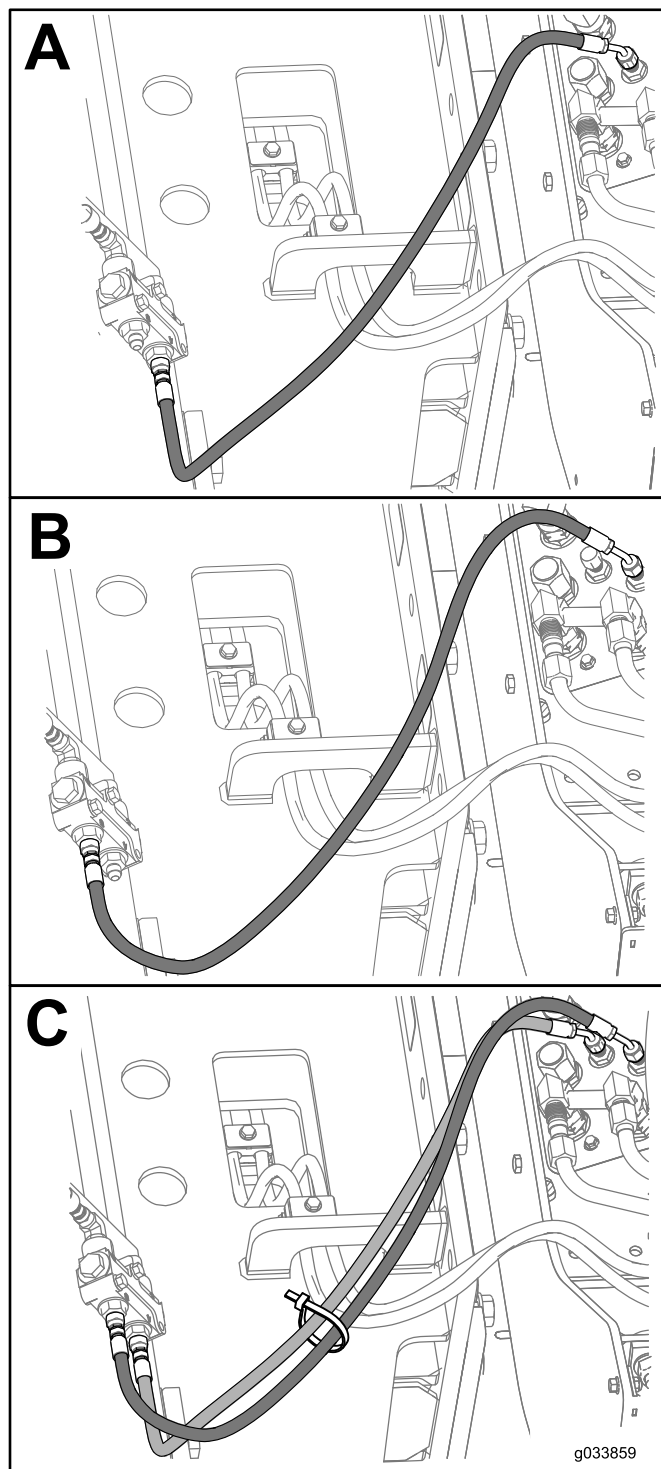

図 7
1. トレンチャ用の油圧ホースを 図 7 のように配置する。